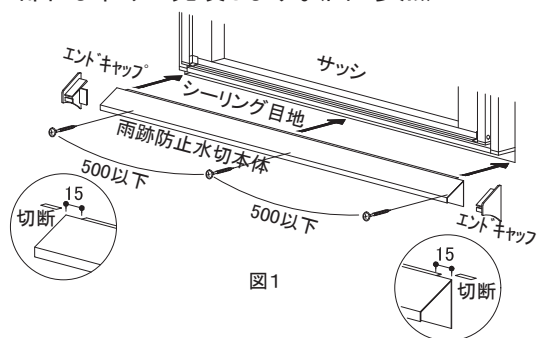

図1
- 本体鋼板部材を、シーリング目地の端部よりも両端15mm程度ずつ長くなるように切断し、切断小口にバリや変形が見られる場合は修正してください。両端の15mm程度長く取った部位は、シーリング目地挿入部を切断してください。(図1参照)
- 本体鋼板部材の外壁面への取り付けは、シーリング目地挿入部をシーリング目地に差し込み、サッシに対し水平になるように、 $\phi 3\text{mm}$ 程度の先孔をあけて同梱専用ビスにて取り付けます。同梱専用ビスは、最低両端部の2ヶ所以上、中間部は500mm以下の間隔で、背板の下端より8~10mmの位置に取り付けます。(図1、図2参照)